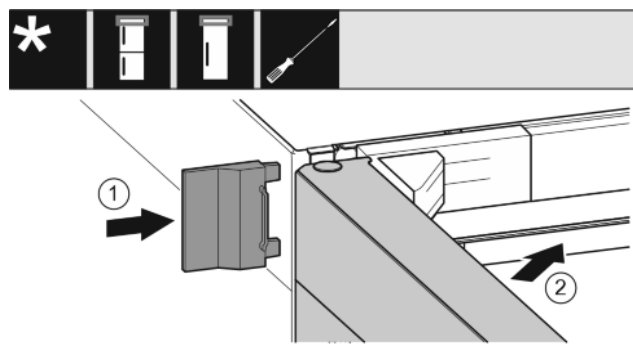

Fig. 19
- ▶ Buitenste afdekking erop schuiven. *Fig. 19 (1)*
- ▶ Bovenste deur sluiten. *Fig. 19 (2)*